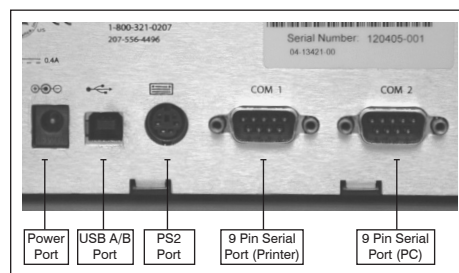

Figura 2: Voltar da IDEXX SNAPshot DSR
Configurar o leitor SNAPshot DSR é fácil e leva apenas alguns minutos. Um teclado PS/2 pode ser conectado ao Leitor SNAPshot DSR via porta PS/2 (veja a figura 2). Use as teclas Tab e Enter do teclado para navegação e as teclas alfanuméricas para inserir lote, amostra e IDs dos técnicos.
3. Conecte a fonte de alimentação na porta de energia, na parte traseira do Leitor SNAPshot DSR (veja a figura 2). Conecte uma extremidade do cabo de linha na fonte de alimentação e a outra em uma saída aterrada CA.